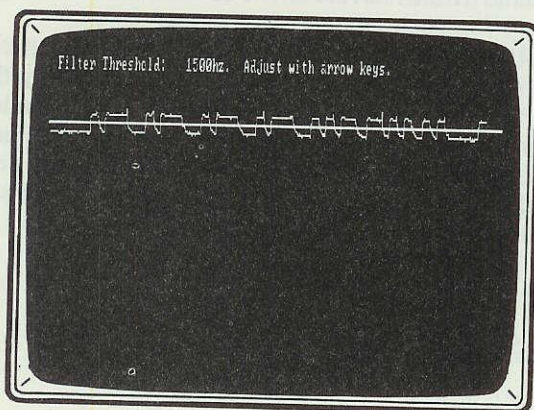

Fig.26 Premendo due volte il tasto C vi apparirà questa maschera. Anche qui dovete portare la riga orizzontale al centro delle onde.
- Premete per **due** volte la lettera **C** e sul monitor vi apparirà la maschera di fig.26 e, sempre premendo i tasti **freccia su** o **freccia giù** portate la riga di riferimento sulla **parte superiore** del segnale di BF.